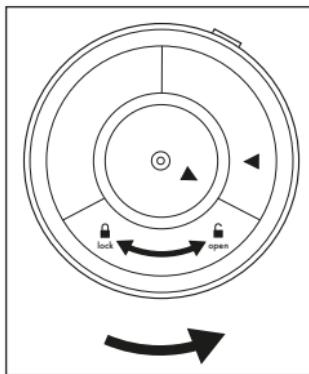

Fig. 1
2. Vend hoveddelen 7 på hovedet for at få adgang til lukningen til batterirummet 13. Drej lukningen til batterirummet 13 imod urets retning mod **open** ↗, indtil lukningen til batterirummet 13 kan tages af (se fig. 1).